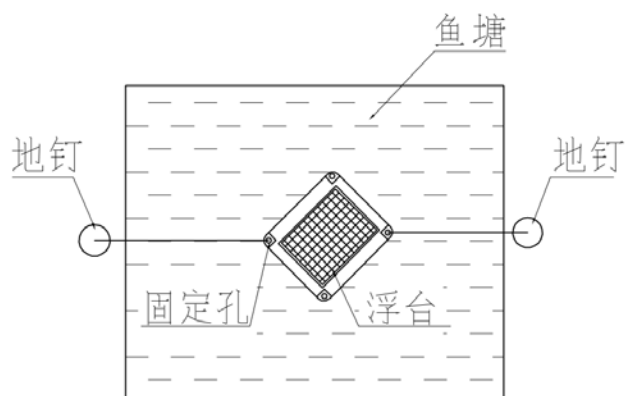

图 3
2. 如图 3 所示，用尼龙绳的一端固定在浮台的一个安装孔上，然后将尼龙绳穿过鱼塘岸边的地钉，然后跨过鱼塘穿过另一边的地钉，再将尼龙绳固定在浮台的另外一个安装孔上，如下图所示。安装好后，拉动尼龙绳使浮台移动到测试点，再将尼龙绳固定好即完成安装。